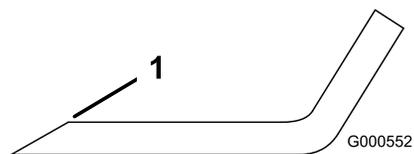

Figura 67
1. Utilice una lima para afilar el filo de corte en ambos extremos de la cuchilla (Figura 67).
**Nota:** Si la cuchilla no está equilibrada, rebaje algo el metal en la parte de la vela solamente con una lima (Figura 67).